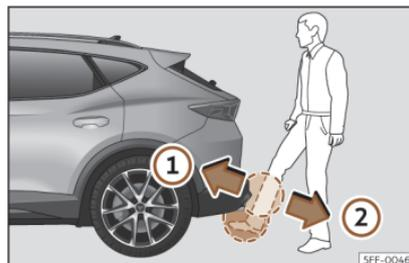

Fig. 85 Portellone del bagagliaio con apertura controllata da sensore (Easy Open).
- Con un movimento rapido, avvicinare un piede e la parte inferiore della gamba il più possibile al paraurti. La parte inferiore della gamba deve avvicinarsi alla zona del sensore superiore e il piede alla zona del sensore inferiore» **fig. 85** ①.
- Togliere rapidamente il piede e la parte inferiore della gamba dalle zone dei sensori » **fig. 85** ②. A questo punto il portellone posteriore si apre automaticamente.